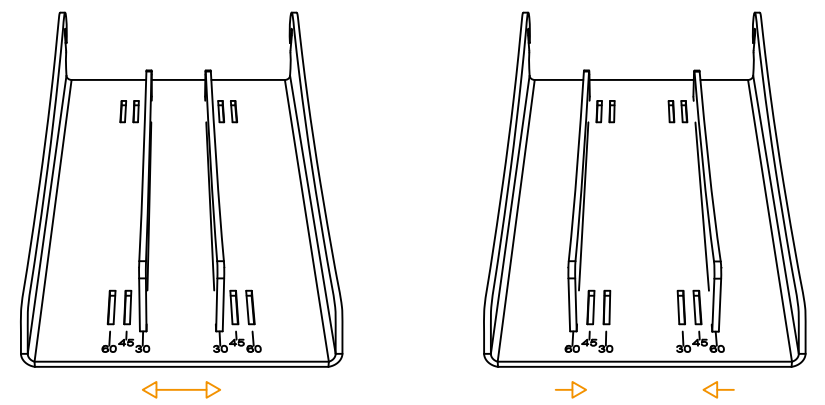

Abb. 1 - EINSETZEN DER ROLLENHALTERUNG IN DIE ROLLE UND IN DIE AUFNAHME
- 4) Die Taste zum Öffnen der Schlepprollengruppe (18) drücken und die Rollenhalterung inkl. Rolle laut den vorab gegebenen Anweisungen einsetzen (siehe Abb. 1 und 2 der vorherigen Seiten). Sich vergewissern, dass die Rolle korrekt zentriert ist. Dies gewährleistet, dass der optische Sensor sie richtig abliest. Gegebenenfalls müssen die Innenwände (4) justiert werden, um das Band besser auszurichten.
- 5) Das Band auf der Zufuhrwalze (10) positionieren und gleichzeitig solange die Taste  drücken, bis das Band von der Walze erfasst wird und aus dem vorderen Schlitz austritt.